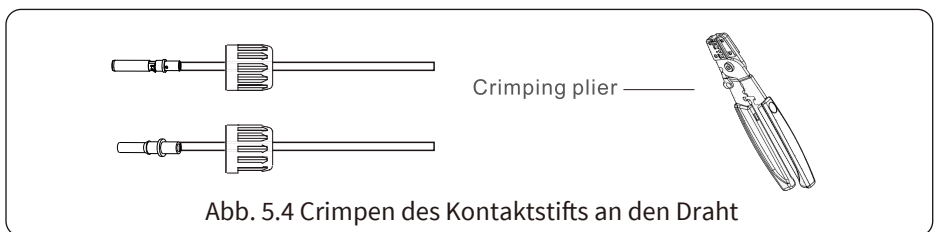

Abb. 5.4 Crimpen des Kontaktstifts an den Draht
b) Crimpen von Metallklammern mit einer Crimpzange wie in Abb. 5.4 gezeigt.